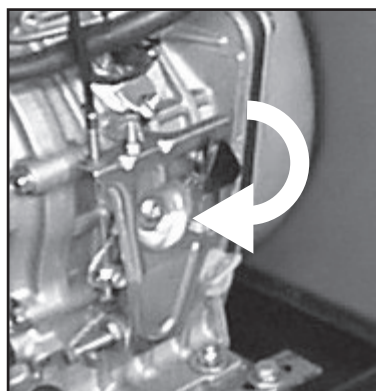

Fig.4
- 1) Plasser gaskontrollen som sitter på motoren (se fig. 4) i den lave posisjonen (maksimalt turtall)